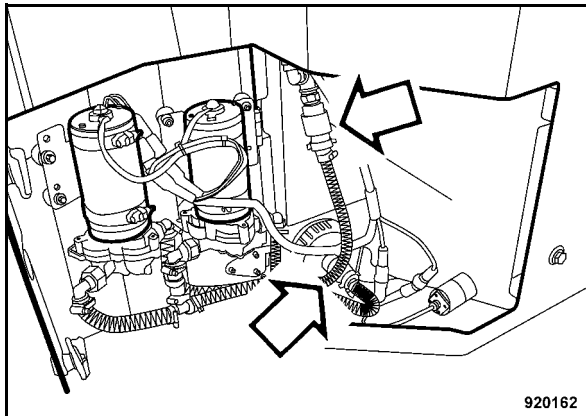

Fig. 207
- Separare i giunti a sgancio rapido (Fig. 207) delle condotte di acqua e dalle pompe di acqua e scaricare l'acqua.